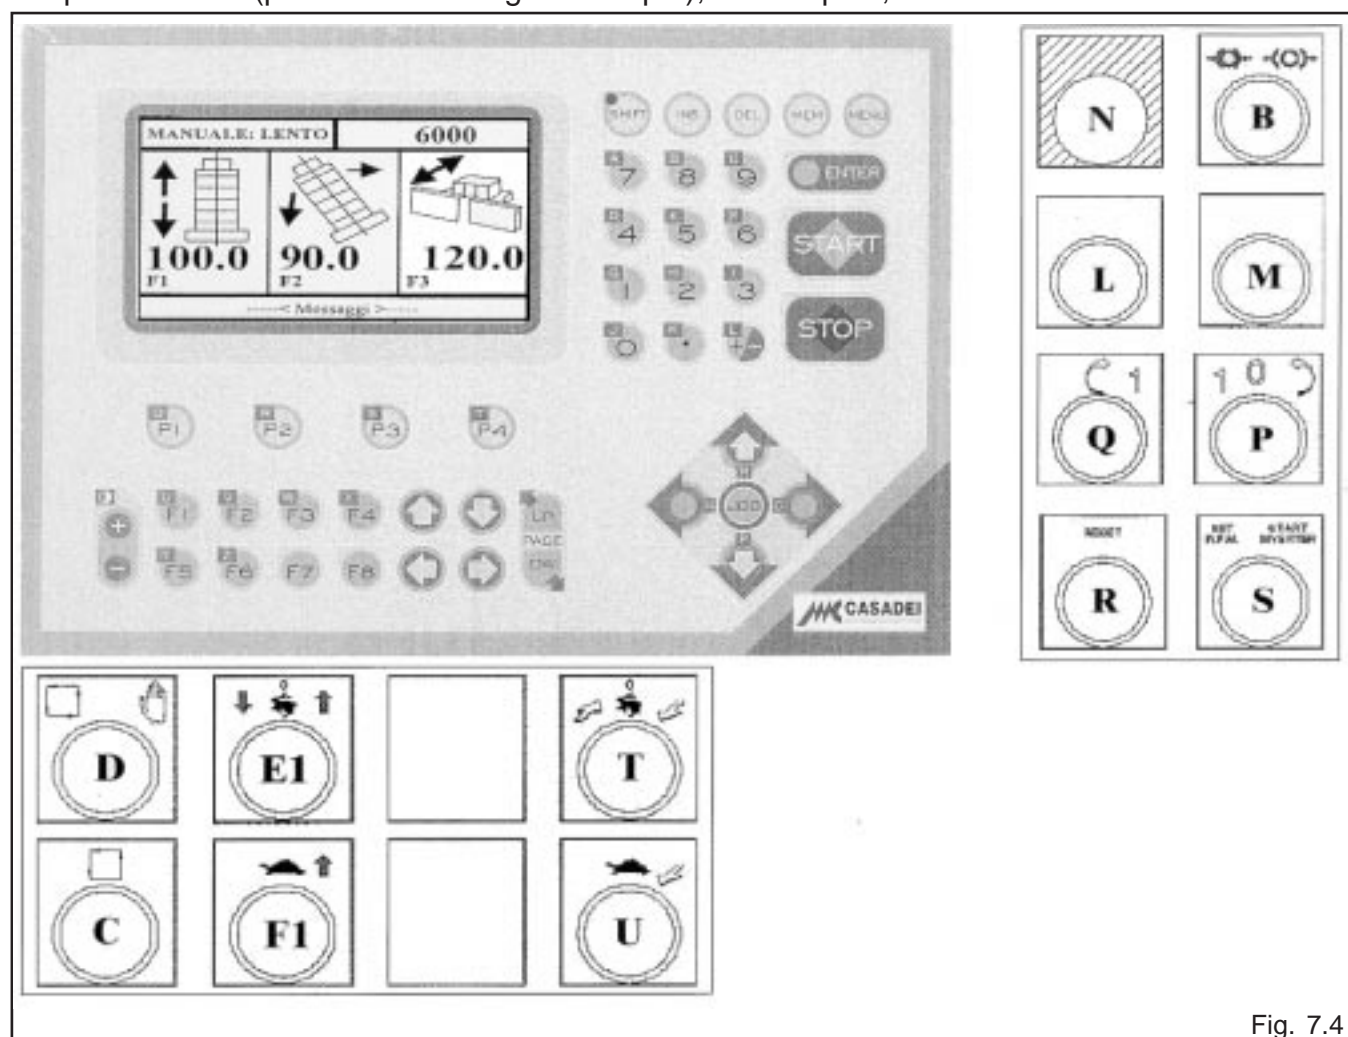

Fig. 7.4
3.1.5 QUADRO COMANDO CON INVERTER E PROGRAMMATORE FOX A 2 ASSI (Optional) fig. 7.4
Oltre all'Inverter, la macchina può disporre di un programmatore elettronico a 2 assi (Fox di fig. 7.4) che consente d'impostare l'altezza dell'albero toupie (asse X) e la posizione della guida (asse Z). Oltre a rendere più facile la programmazione delle lavorazioni da eseguire, l'utilizzo di questo dispositivo consente il posizionamento simultaneo, o singolo, degli assi X, Z, riportandolo sul video in modo da tener costantemente informato l'operatore.
Di seguito vengono descritti i principali comandi disposti come da fig. 7.4:
3.1.5 CONTROL PANEL WITH INVERTER AND “FOX” 3-AXIS CONTROLLER (Optional) Fig. 7.4
In addition to the inverter, the machine can be equipped with a 3-axis electronic controller (“Fox”, as shown in figure 7.4) which allows the user to set the height (axis X) and tilt (axis Y) of the moulder spindle as well as the operating position of the fence (axis Z). Besides making work programming easier to perform, this piece of equipment also allows axes X, Y and Z to be positioned individually or at the same time and indications are given on the display to keep the operator informed at all times. The main controls provided (shown in figure 7.4) are described below: